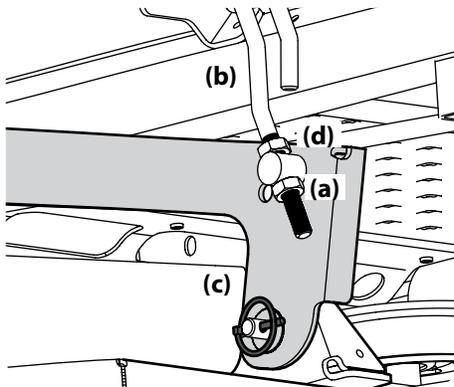

Figura 4-6
3. Afloje la contratuerca inferior (a) del brazo de elevación ajustable (b) que está conectado al brazo de elevación de la plataforma (c) a fin de bajar la plataforma y ajuste la contratuerca superior (d) para sujetar la plataforma en su lugar, afloje la contratuerca superior (d), luego ajuste la contratuerca inferior (a) para elevar la plataforma y sujetarla en su lugar. Vea la Figura 4-6.